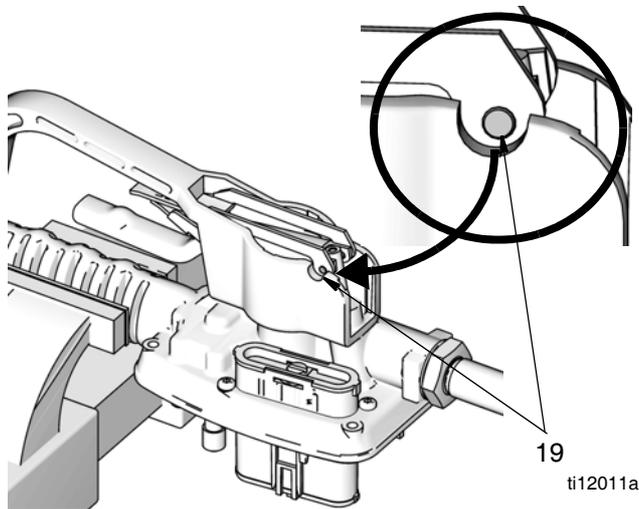
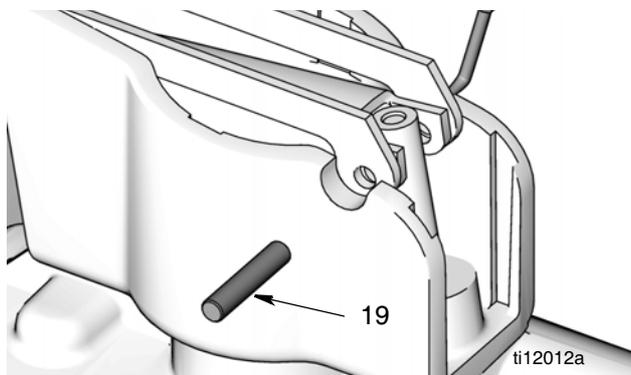

FIG. 38
FIG. 39
10. Mettre le compteur dans un étau comme montré sur la FIG. 38. Utiliser une nouvelle tige de déclenchement de son kit (2) ou une tige ou cheville non-métallique pour pousser la tige de déclenchement suffisamment à travers du boîtier du compteur (FIG. 38 et FIG. 39) pour avoir accès à la goupille (19) maintenant ensemble la tige de déclenchement et la gâchette.
11. Utiliser une pointe pour sortir la goupille (19) (FIG. 39).